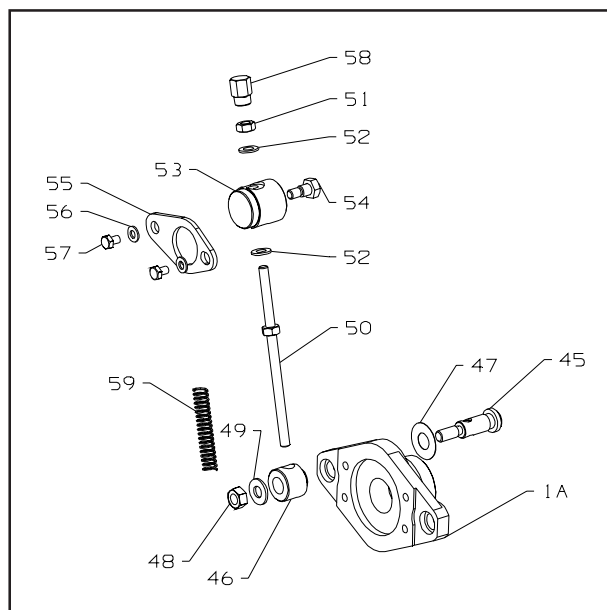

Fig.7
1. Løs klippecylinderens spændemøtrikker og -skruer (48 Fig.7) på begge sider af enheden, og justér møtrikkern (58 Fig.7) for at tage cylinderen lidt ud af klippeposition, så den kan rotere frit.
5. Spænd cylinderlejehusets spændemøtrikker og -skruer (48 Fig.7) godt til.